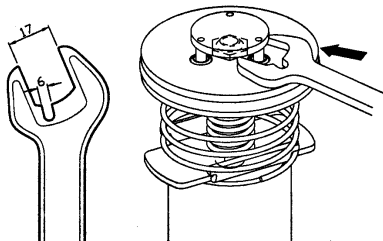

Fig. 9
1. Secure the air motor body (14) in the vise and unscrew the air motor dolly (1) using a spanner wrench in the holes on the top of the air motor dolly.
2. Check the upper spring (2) and the spring stop (3) inside the air motor dolly (1). Replace if damaged.
3. Remove the lower circlip (15) and muffler (16) and pull up the inverting set (4) until the hole in pump piston (9) is visible in the opening where the muffler was removed. Insert a steel rod (8 mm) in the hole to lock the piston.
4. Use a prepared 17mm wrench (see fig. 9) to disassemble the inverting set (4).
1. Fijar el cuerpo motor (14) adecuadamente y desenroscar la cazoleta (1) usando una .. en los agujeros en la parte superior de la cazoleta y quitarla.
2. Verificar el muelle superior (2) y el tope muelle (3) en la cazoleta (1). Sustituir en caso de deterioro.
3. Desmontar el anillo de seguridad (15) inferior y el silenciador (16) y tirar el conjunto inversor hacia arriba hasta que el agujero en el vástago (9) quede visible en la apertura donde el silenciador fue quitado. Introducir una varilla acerada (8mm) en el agujero del pistón para bloquear el mismo.
4. Desenroscar el conjunto inversor (4) con una llave fija de 17mm preparada (Fig. 9).